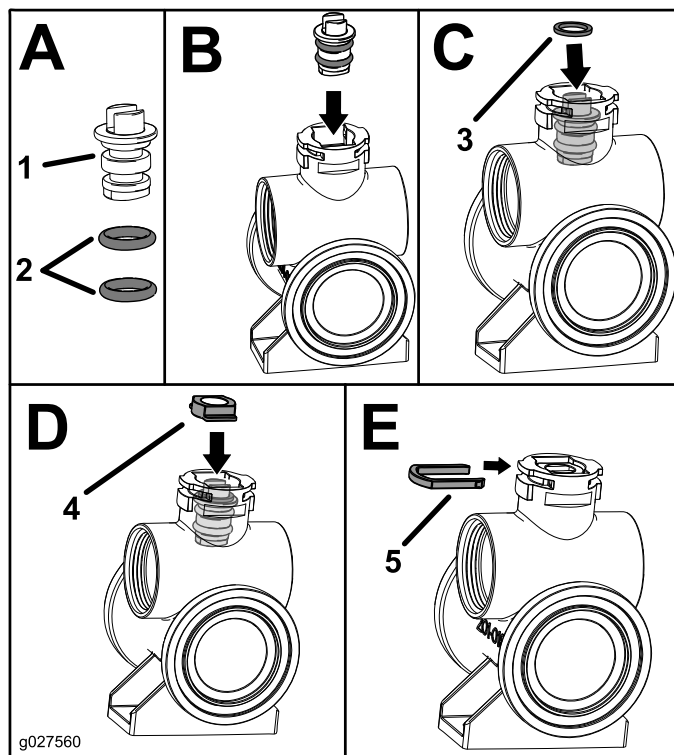

Bild 4
1. Fetten Sie den Ventilschaft ein und legen Sie die neuen O-Ringe auf den Ventilschaft (Ausschnitt A, Bild 4).
2. Setzen Sie den Ventilschaft in das Ventilgehäuse (Ausschnitt B, Bild 4).
3. Legen Sie die Druckscheibe auf den Ventilschaft (Ausschnitt C, Bild 4).
4. Befestigen Sie den Ventilhalter am Ventilschaft (Ausschnitt D, Bild 4).
5. Bringen Sie den Splint des Schafthalters an (Ausschnitt E, Bild 4).